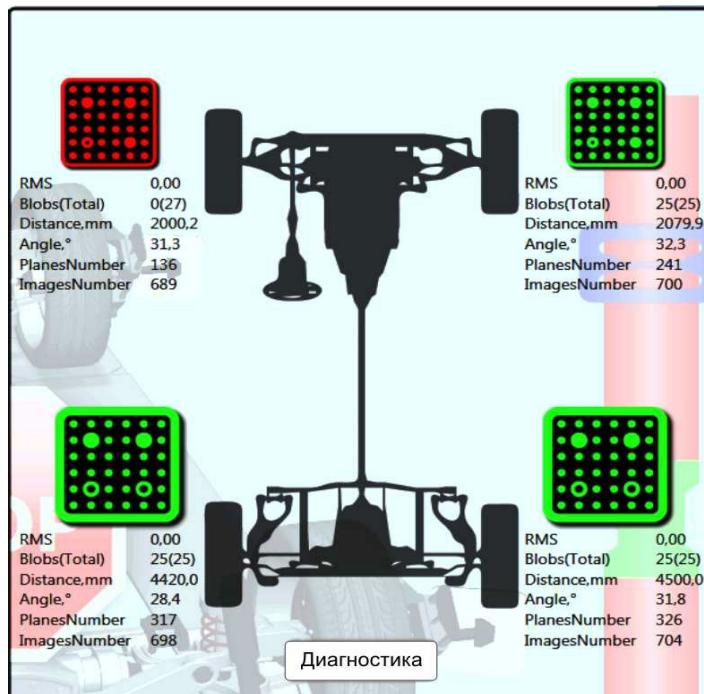

Рисунок 5.4 – Увеличенный индикатор распознавания мишеней
Если мишень не распознана, выполнение измерений останавливается, на экран выводится увеличенное окно индикации распознавания мишеней, рисунок 5.4, до восстановления распознавания мишеней (зависит от настроек, вкладка настроек «Интерфейс», п.6.4).
- зайти в окно «Настройка», выбрать закладку «Диагностика». В изображениях, полученных от камер, мишени должны располагаться в рамках, рисунок 5.4. По изображениям определить причину и устраниТЬ ее.